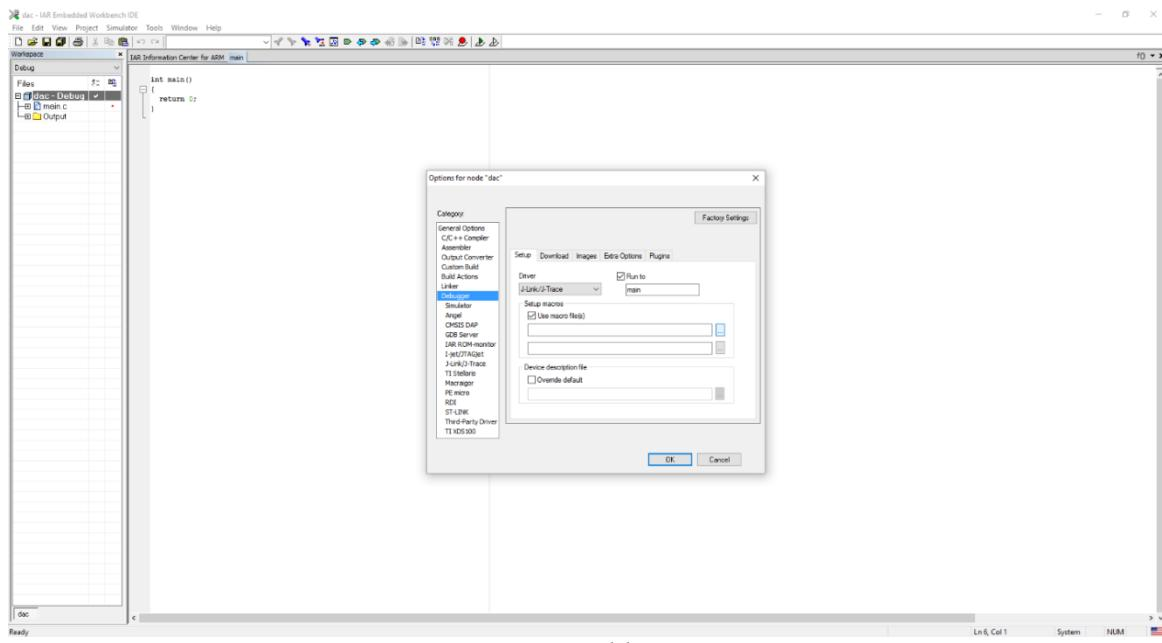

Рис. 1.21. Страница Debugger, вкладка Setup
9. Далее необходимо перейти в меню *Debugger*. Во вкладке *Setup* расположено поле *Driver*, в котором следует выбрать *J-Link/J-Trace* (рис. 1.21).